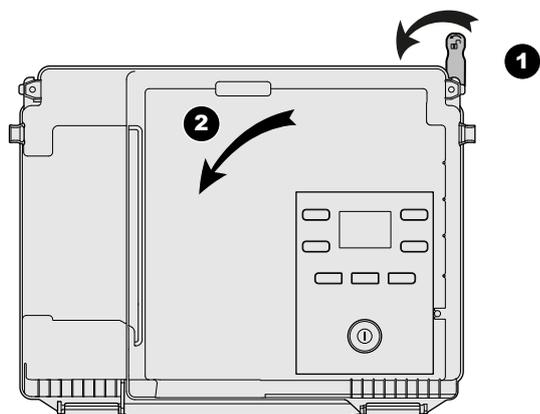

fig. 32 - Basculement du coffret électrique
- Pivoter le coffret électrique (fig. 32),
- Déposer le silencieux (voir ci-contre ① - ②).